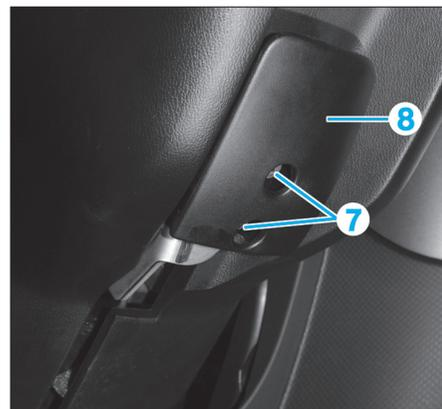

Fig. 7
- Soulever la coquille supérieure (4).
- Défaire les agrafes (5) de fixation du soufflet.
- Déposer la coquille supérieure (4).
- Bloquer le contacteur tournant (6) dans sa position médiane avec du ruban adhésif.
- Déposer les vis (7) puis la poignée (8) de réglage de la colonne (Fig.7).